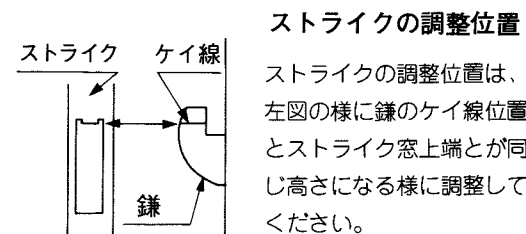

図2.1 ストライク
- 1) 図2.1の様に枠材をはさみ込む様にストライクをはめ込んでください。